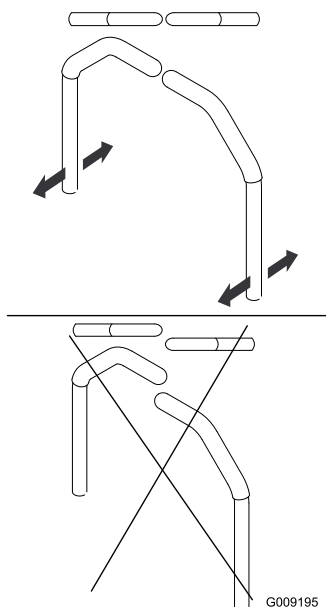

Figure 66
4. Réglez l'alignement avant/arrière des leviers en les plaçant tous deux à la position POINT MORT, puis faites-les coulisser jusqu'à ce qu'ils soient alignés, et serrez les boulons (Figure 66).